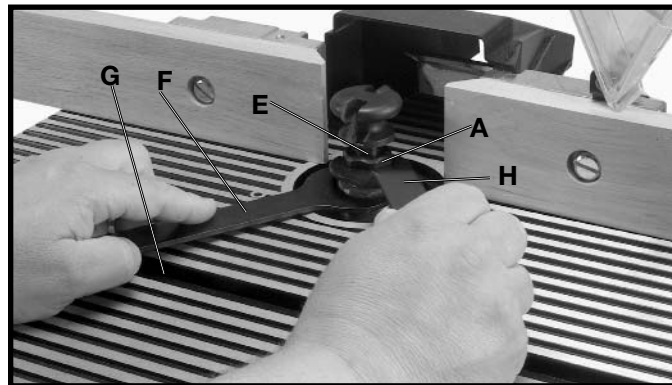

Fig. 29
5. Limpie e inserte la espiga de la broca de recortadora (E) Fig. 29 en el mandril (A) o en el mango adaptador hasta que haga fondo, y retire la recortadora aproximadamente 1/16 de pulgada.
6. Coloque la llave (F) Fig. 29 sobre las partes planas del ensamblado del árbol para evitar la rotación del mismo durante la instalación de la broca de recortadora.
NOTA: La llave del árbol (F) Fig. 29 tiene por distintivo una protuberancia redonda en un lado que facilita la instalación. Con el extremo abierto de la llave (F) Fig. 29 en las partes planas del árbol, gire la llave hasta que la protuberancia se deslice dentro de la ranura de la escuadra de ingletes (G) en la manera ilustrada aquí. Coloque la otra llave (H) sobre las partes planas del mandril y gire la llave en el sentido de las manecillas del reloj para apretar la broca de recortadora dentro del ensamblado del árbol. **PRECAUCION:** Las cumbreras de la mesa pueden ser agudas. Para evitar el riesgo de lesionamiento, recomendamos el uso de las llaves (F) y (H) suministradas con su máquina durante la instalación y extracción de las brocas de recortadora.